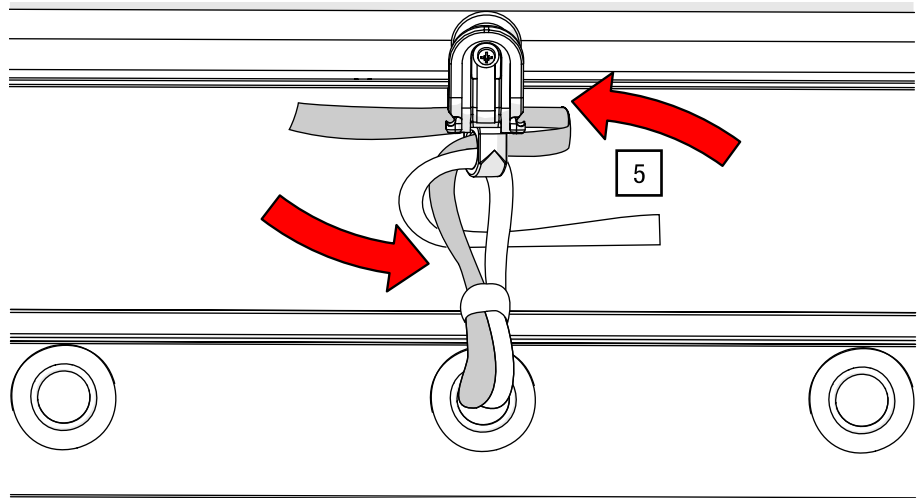

Abb. 93: Bindeband – Enden umlegen
5. Legen Sie die losen Enden jeweils nach hinten entgegengesetzt um (siehe Abb. 93).